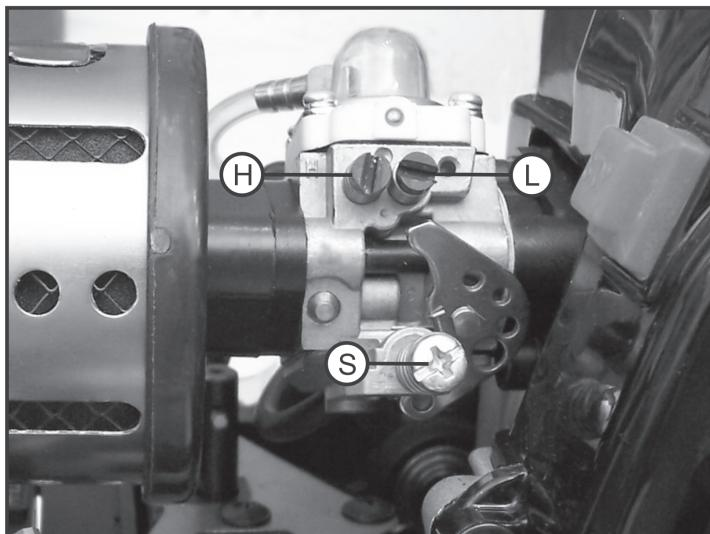

Figure 18
- La timonerie de freinage (3) ne doit alors pas agir sur les leviers de freinage (4) et ainsi sur le frein.
- Lorsque la fonction de freinage est activée sur l'émetteur, le guignol de gouverne se déplace dans le sens des flèches. Le ressort intégré tire la timonerie d'accélération encore plus fortement en direction de la butée mécanique du carburateur (voir également figure 18). La vitesse de rotation du moteur ne doit alors pas diminuer. Le cas échéant, ajuster la bague de réglage avant (la pousser en direction du carburateur).
- Le levier de freinage (4) se déplace simultanément et actionne le frein. Les garnitures de frein sont des pièces d'usure. L'effet de freinage diminue après une certaine durée de fonctionnement. La vis de réglage (5) permet de régler la timonerie afin de rétablir l'effet de freinage habituel.